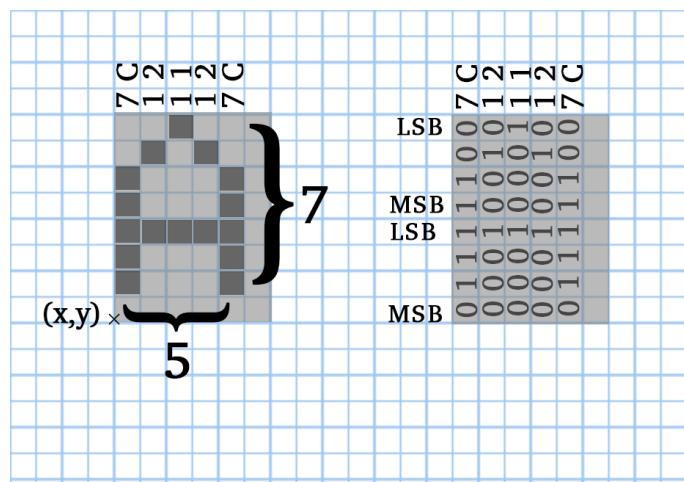

Abbildung 3: Schematische Darstellung des Zeichens 'A' in einer ASCII-5*7-Schriftart
Bibliothek besteht aus einem Array mit 255 Buchstaben, die jeweils als 5 Bytes abgespeichert sind (siehe Abbildung 3). Das 5*7-Format eignet sich für den 480 * 320 großen Bildschirm, da die Darstellung dieser Schriftart mit einer Fläche von 35 Pixeln je Buchstaben immer noch gut lesbar ist. Wenn man von einem Pixel Abstand zwischen den Buchstaben ausgeht, passen auf das Display bis zu 3200 Zeichen.
- Als nächster Schritt soll auf die richtige Stelle des Arrays `font` zugegriffen werden und die gesetzten Bits der Hexadezimalwerte als farbiges Pixel interpretiert werden. Abbildung 3 zeigt den Aufbau der Daten im Array `font` am Beispiel des Buchstabens 'A'. Ein beliebiger Buchstabe `c` ist in `font` an der Position `c * 5` gespeichert. Für diesen Buchstaben werden 5 Byte/40 Bits durchliefert. Für jedes gesetzte Bit wird an der entsprechenden Stelle ein Pixel (für `size == 1`) oder Rechteck (für `size > 1`) auf dem Display ausgegeben.